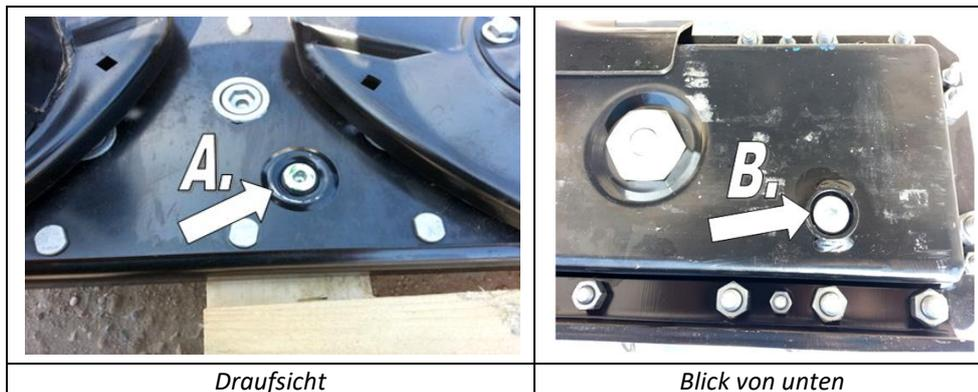

Abb. 22. Mähbalken - Ölstandkontrolle: A - Einfüllstutzen, Ölstandkontrolle
- Der Stopfen (A) Abb. 22 des Einlasses, Ablasses und der Ölstandkontrolle herausgedreht werden
- Der Stopfen (B) Abb. 22 des Ölablasses herausgedreht werden
- Der Stopfen (B) zugedreht werden